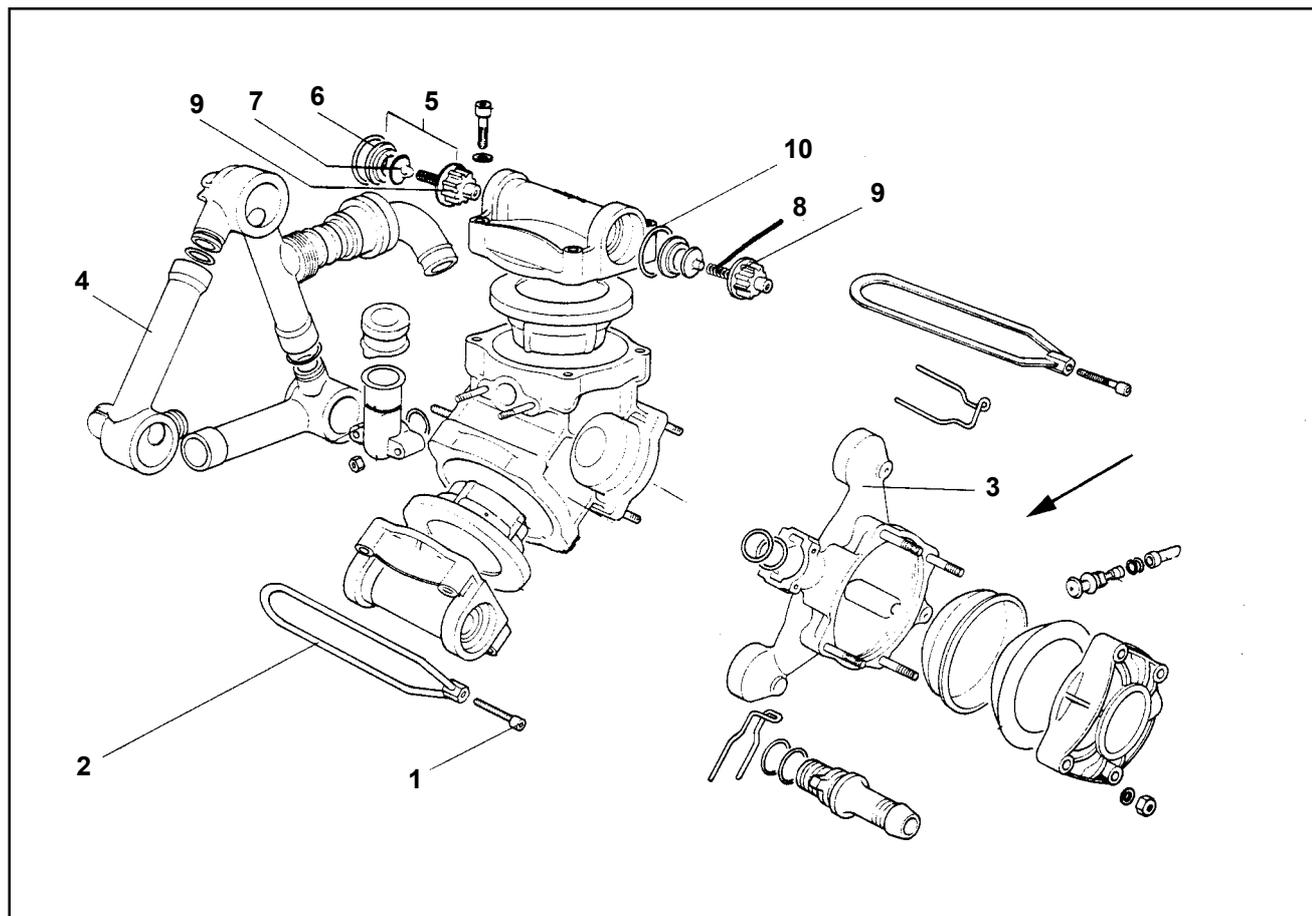

Fig. 9.6
- Lösen der Schraube (Fig. 9.6/ 1) und Spannbügel (Fig. 9.6/ 2) abnehmen, Druck- und Saugrohr (Fig. 9.6 / 3 und Fig. 9.6/ 4) entfernen.
- Herausnehmen der Ventilgruppen (Fig. 9.6/ 5).
- Überprüfen auf Beschädigungen bzw. Abnutzung von Ventilsitz (Fig. 9.6/ 6), Ventil (Fig. 9.6/ 7), Ventilsfeder (Fig. 9.6/ 8) und Ventilsführung (Fig. 9.6/ 9) und O-Ring (Fig. 9.6/ 10) entfernen.
- Montieren der Ventilgruppen (Fig. 9.6/ 5) nach Prüfung und Reinigung.
**Beim Zusammenbau darauf achten, daß die Ventilsführung (Fig. 9.6/ 9) nicht beschädigt wird. Beschädigungen können zum Blockieren der Ventile führen.**
- Anflanschen von Druck- (Fig. 9.6/3) und Saugrohr (Fig. 9.6/4) an das Pumpengehäuse und montieren der Spannbügel.
- Anziehen der Schrauben (Fig. 9.6/ 1) kreuzweise mit Drehmoment von **11 Nm**.